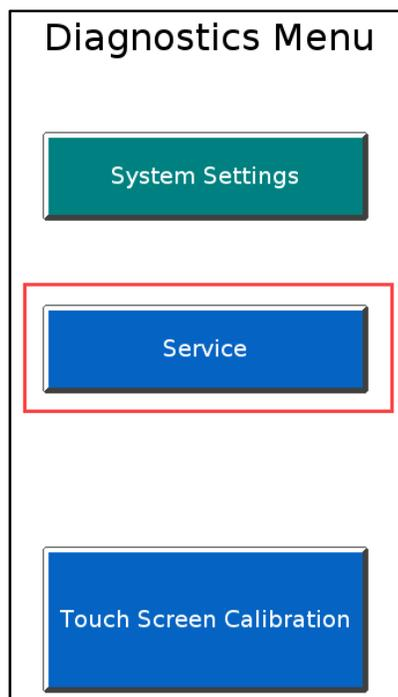

Figure 6 : Sélection du service dans les options du menu
3. Sélectionnez la fonction **Service**. Figure 6